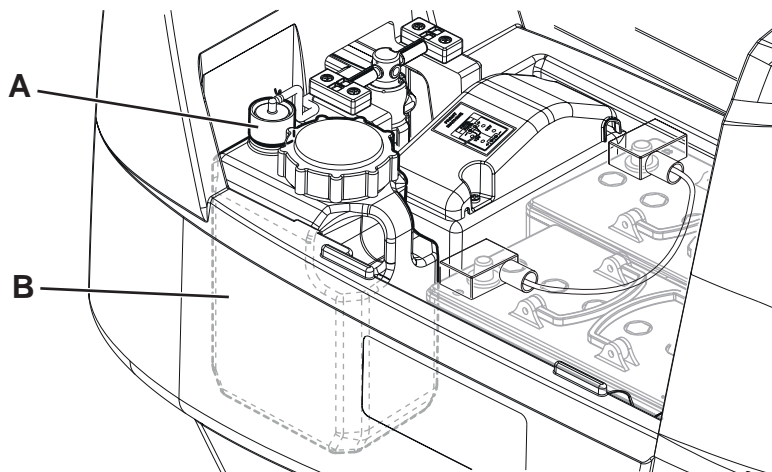

Рис. 14
2. Убедитесь, что машина отключена и ключ оператора (41) извлечен.
3. Поднимите крышку (34) и проверьте, что бак (33) пуст, иначе опорожните его с помощью сливного шланга (12).
4. Закройте крышку (19).
5. Возьмитесь за ручку (16) и осторожно поднимите бачок (33).
6. Открутите крышку (А, Рис. 14) бака моющего средства (В).